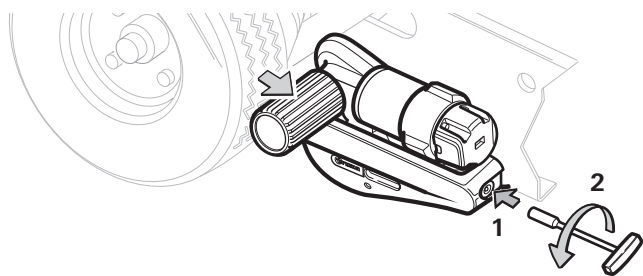

Figura 8
– Insertar la llave tubular (ancho de llave 7 mm) en la abertura (figura 8 - 1) y girar en el sentido contrario a las agujas del reloj (figura 8 - 2) hasta que el Mover se haya separado completamente hasta el tope.